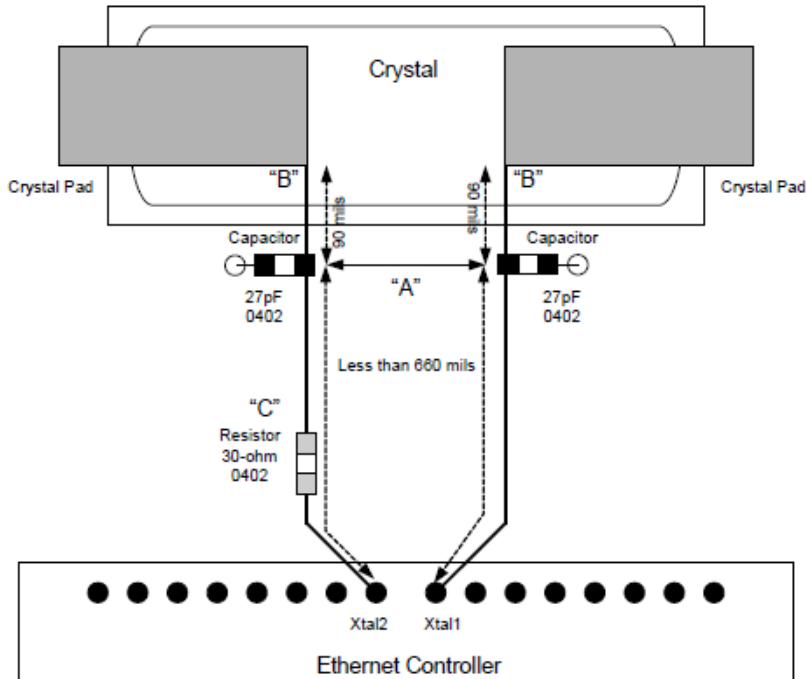

图 2.3 晶体走线示意
- 负载电容的盘要求在信号线上（见图 2.3）
- Xtal1 和 Xtal2 的线从晶体焊盘的靠近的角出线（见图 2.3）